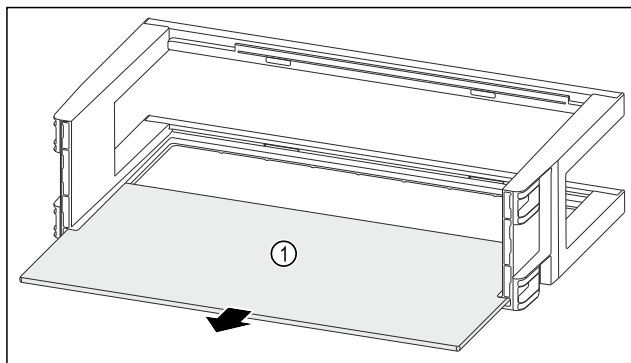

Fig. 113
- Draagplateau Fig. 113 (1) verwijderen.